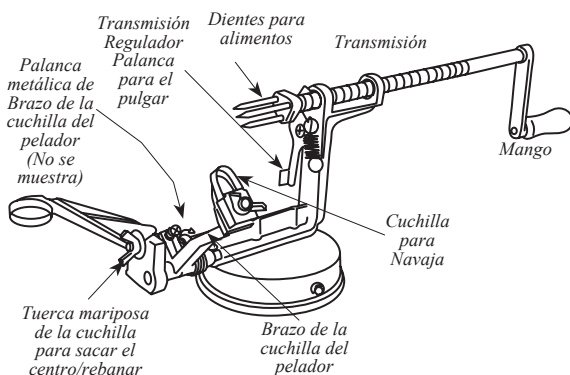

FIGURA 3
2. Presione la palanca del regulador del eje para liberar el detenedor del eje. Jale el mango hasta que el eje haya salido completamente (**FIGURA 3**).